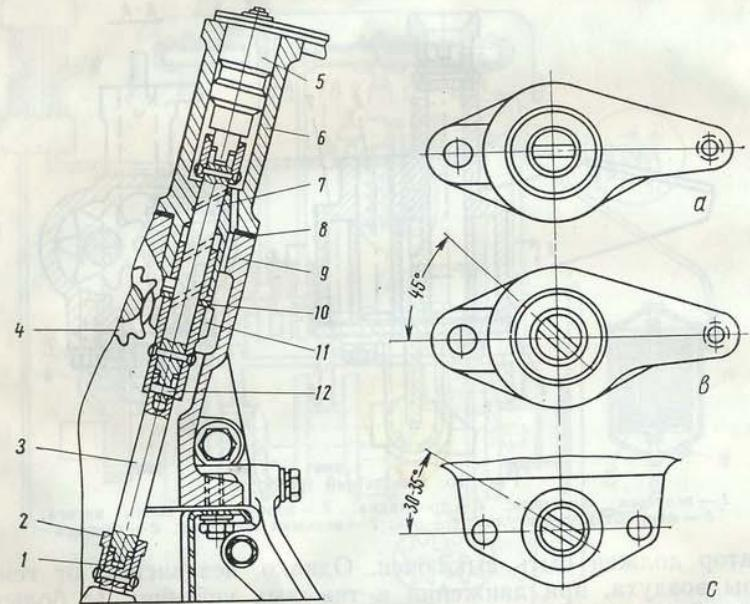

Рис. 17. Привод масляного насоса и распределителя:
Привод масляного насоса (рис. 17) осуществляется от распределительного вала парой винтовых шестерен. Верхний конец валика привода имеет смещенную в одну сторону на 0,8 мм прорезь для привода распределителя 5.
4. Провернуть валик привода, чтобы прорезь на его торце для шипа распределителя была расположена так, как указано на рис. 17, *b*, а валик масляного насоса при помощи отвертки провернуть в положение, указанное на рис. 17, *c*.
5. Осторожно, не задевая шестерней за стенки блока, вставить привод в блок. После установки привода на место его валик должен занять положение, указанное на рис. 17, *a*.